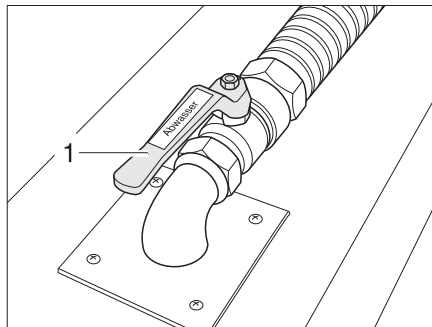

Bild 260 Abwasserhahn
Der Abwasserhahn (Bild 260,1) ist im Doppelboden angebracht. Der Abwasserhahn ist schwarz und durch den Schriftzug "Abwasser" gekennzeichnet.
- Abwasserhahn (Bild 260,2) öffnen. Das Abwasser läuft ab.